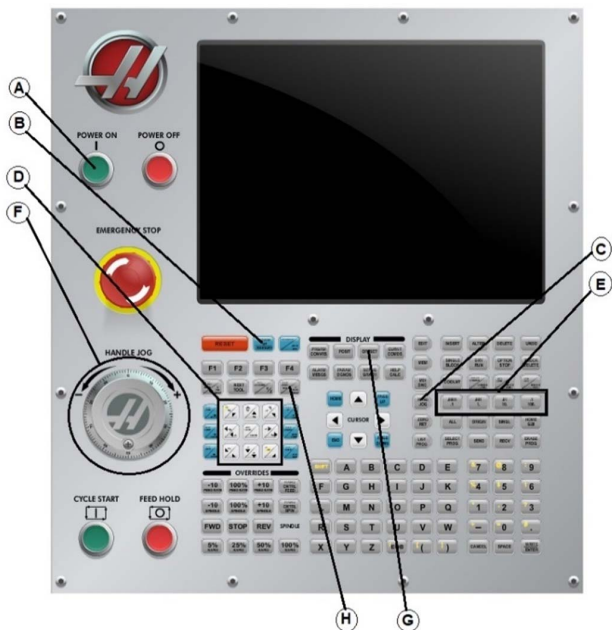

Рис. 2. Управляющая панель стойки ЧПУ HAAS
1. Включить стойку клавишей **POWER ON** (рис. 2, кнопка А).
2. Далее нужно выйти в нулевую позицию станка при помощи клавиши **POWER UP/RESTART** (рис. 2, кнопка В).
3. Использовать режим работы **Handle JOG** (рис. 2, кнопка С).
4. Выбрать нужную ось (рис. 2, кнопка D).
5. Выбрать размер инкрементного перемещения (рис. 2, кнопка E).
6. Выйти на нужные координаты путем вращения моховика (рис. 2, кнопка F).
8. Выбрать клавишей **OFFSET** (рис. 2, кнопка G) рабочие координаты, код.
10. Клавишей **PART ZERO SET** (рис. 2, кнопка H) выставить рабочие координаты.